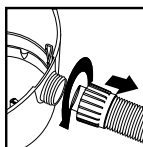

FIGURE 25
38. Dévissez l'écrou autobloquant du tuyau et retirez le tuyau de l'admission. **FIGURE 25.**